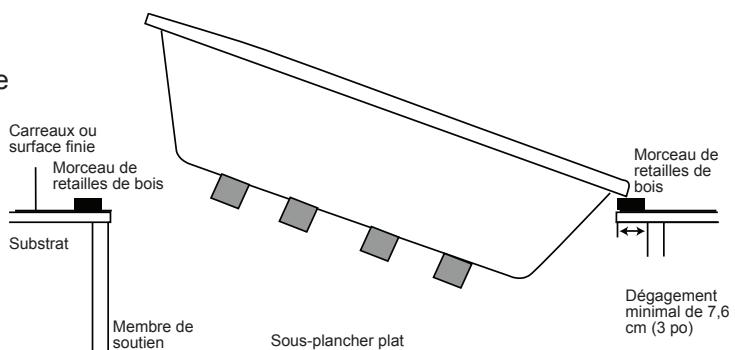

Figure 8 - installation par le dessus
- 7** Placez un morceau de retailles de bois sur chaque extrémité de la forme découpée – ils serviront de support temporaire avant d'abaisser la baignoire complètement dans l'ouverture (figure 8).